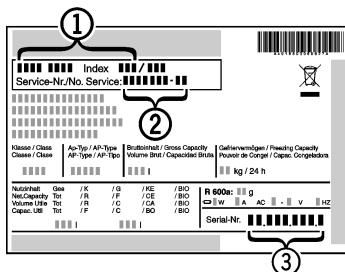

Fig. 16
- Contact opnemen met de Technische Dienst en het probleem, apparaataanduiding *Fig. 16 (1)*, service-nr. *Fig. 16 (2)* en serie-nr. *Fig. 16 (3)* mededelen.